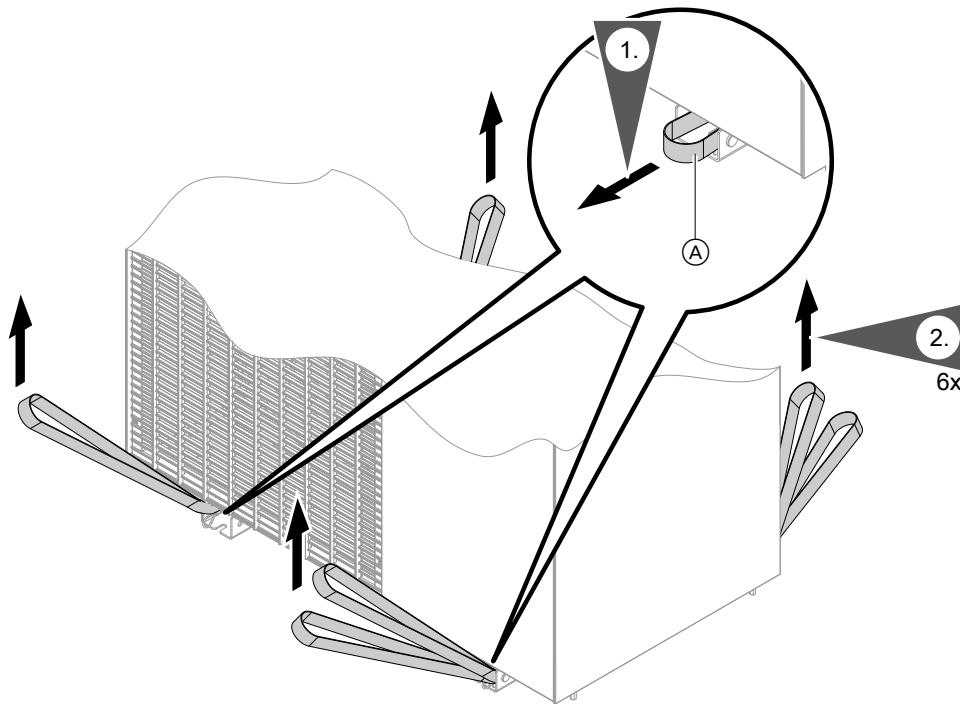

Abb. 6
- Aufgrund der ungleichen Gewichtsverteilung sind bei Außeneinheiten mit 2 Ventilatoren an der rechten Montageschiene 4 Tragehilfen angebracht: Siehe Abb. 6.